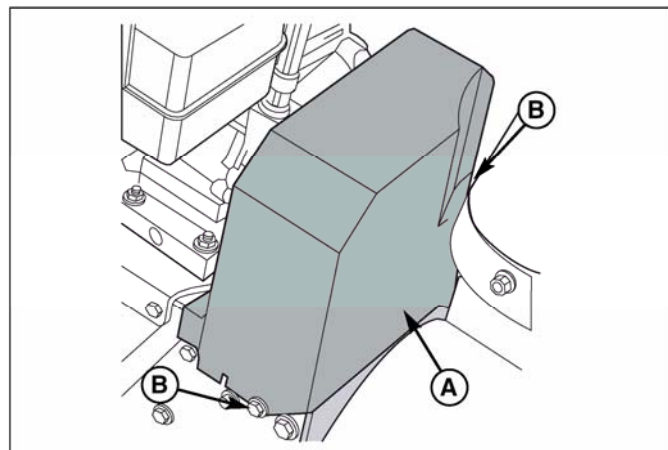
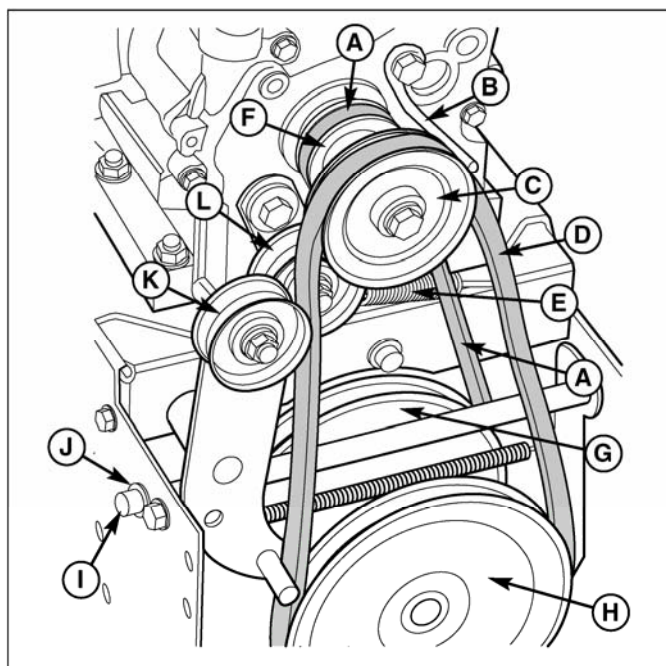
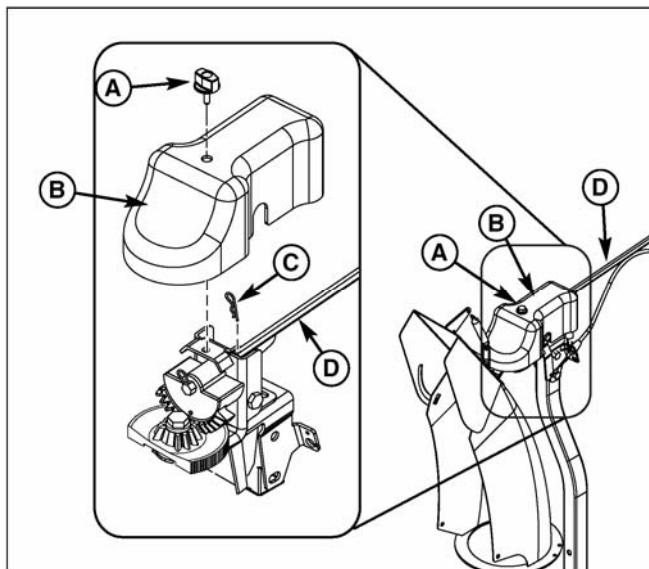
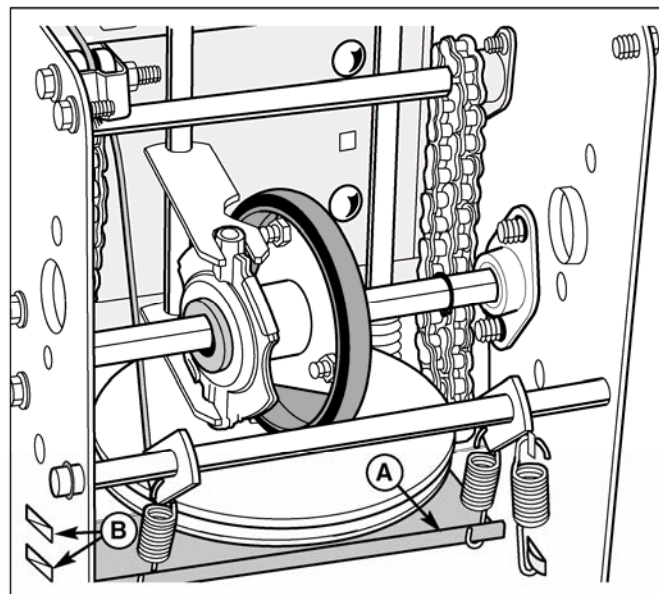

Рис. 21. Крышка ремня
Рис. 26. Шкивы и ремни
Рис. 27. Тяга управления поворотом желоба
Рис. 30. Замена ремня привода хода
6. Установите крышку ремня (А, рис. 21), зафиксируйте при помощи болтов (В).
2. Открутите болт (В, рис. 21) с крышки ремня (А). Снимите крышку ремня (А).
5. Установите крышку ремня (А, рис. 21) и зафиксируйте ее при помощи болтов (В).
4. Ослабьте болт (В, рис. 21) на крышке ремня (А). Снимите крышку ремня.
5. Ослабьте направляющую ремня (В, рис. 26). Потяните направляющую в направлении от шкива шнека (А).
6. Потяните холостой шкив шнека (К) от ремня (D) и снимите ремень со шкива.
7. Снимите ремень привода шнека (D) со шкива двигателя. Чтобы снять ремень, шкив шнека (С) можно частично повернуть.
9. Снимите специальную гайку (А, рис. 27) и крышку (В).
12. Снимите старый ремень привода шнека (D, рис. 26) со шкива крыльчатки. Замените ремень на оригинальный новый, приобретенный у дилера.
13. Установите новый ремень привода шнека (D) на шкив крыльчатки.
17. Вставьте стопор (C, рис. 27) в тягу управления вращением желоба (D).
18. Установите крышку (B) и зафиксируйте специальной гайкой (A).
19. Установите ремень привода шнека (D, рис. 26) на шкив крыльчатки (H).
20. Установите ремень привода шнека (D) под холостой шкив (K).
23. Установите крышку ремня (A, рис. 21). Затяните болты (B).
3. Снимите стопорное кольцо (J, рис. 26) с одной стороны оси поворотной пластины (I).
4. Снимите ось качающейся пластины (I), чтобы повернуть пластину (A, рис. 27) вперед.
5. Снимите пружину сцепления (E, рис. 26).
6. Снимите старый ремень привода хода (A) со шкивов (G) и (F). Замените ремень (A) на новый, приобретенный у авторизованного дилера.
7. Установите новый ремень привода хода (A) на шкивы (G) и (F).
8. Убедитесь, что холостой шкив (L) выровнен с ремнем привода хода (A).
9. Установите пружину сцепления (E).
10. Установите ось поворотной пластины (I) и зафиксируйте ее при помощи стопорного кольца (J), снятого при выполнении шага 3.
11. Нижняя часть качающейся пластины (A, рис. 30) должна быть расположена между проушинами (B). Убедитесь, что пластина хорошо закреплена.